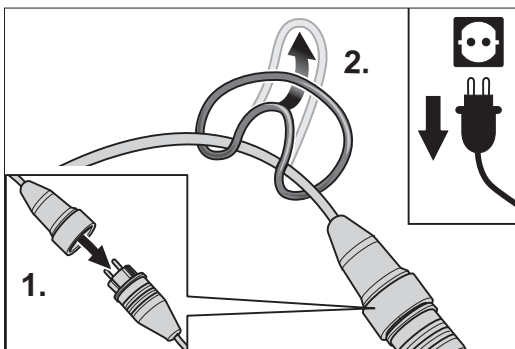
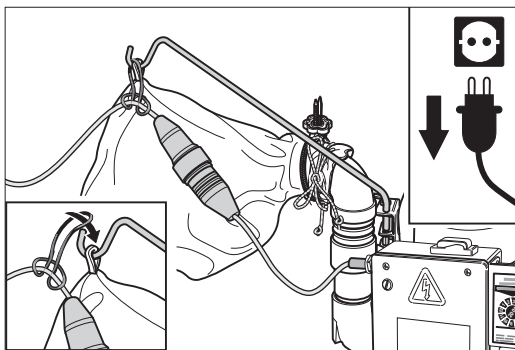

Abb. 31: Das Motorkabel mit dem Verlängerungskabel verbinden und den Zugentlastungsring am Verlängerungskabel befestigen.
Abb. 32: Das Verlängerungskabel rechts am Staubsaack vorbeiführen und den Zugentlastungsring an der Kabelstange einhängen.
- 1 Stecken Sie den Stecker vom Motorkabel in die Kupplung des Verlängerungskabels (Abb. 31, 1.).
- 2 Befestigen Sie den Zugentlastungsring am Verlängerungskabel (Abb. 31, 2.). Führen Sie das Verlängerungskabel rechts am Staubsaack vorbei und hängen Sie den Ring an der Kabelstange ein (Abb. 32).